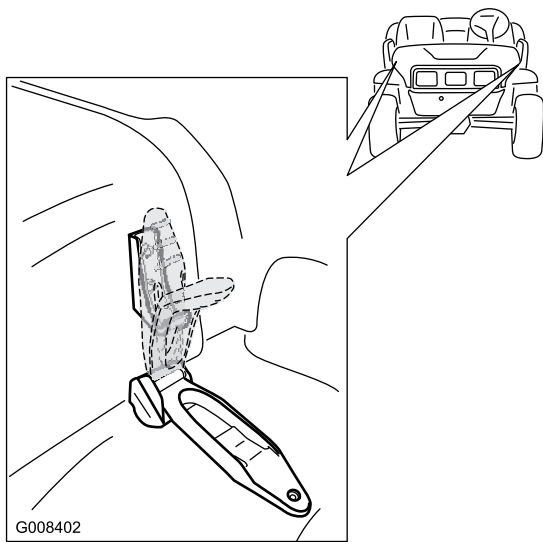

Figura 23
1. Tire hacia arriba de los cierres de goma de cada lado del capó (Figura 23).
2. Sujete el capó alineando los cierres de goma con los anclajes situados en cada lado del capó (Figura 23).